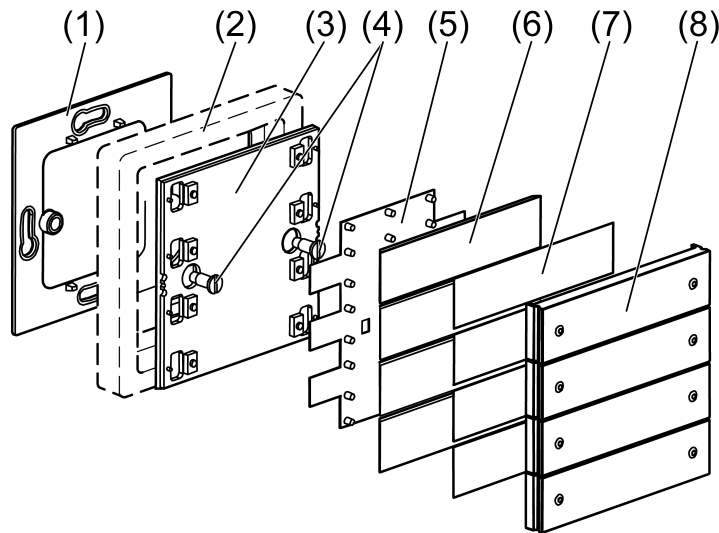

Figure 1
- Pousser la manette de commande (8) avec la feuille de marquage (7) avec précaution vers la droite avec le pouce et la retirer avec l'index (figure 1).
- De la même manière, retirer le support de manette (6).
- Retirer les feuillets de protection contre la décharge électrostatique (5).
- Desserrer avec précaution les vis de fixation (4) à l'aide d'un tournevis si l'émetteur mural a déjà été monté.